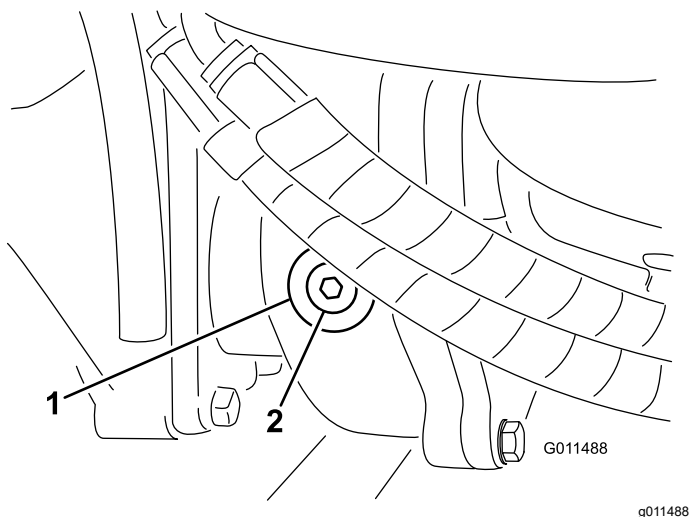

Bild 17
2. Entfernen Sie die Prüf-/Füllschraube an der linken Getriebeseite und stellen sicher, dass das Öl die Unterseite des Lochs erreicht (**Bild 17**).